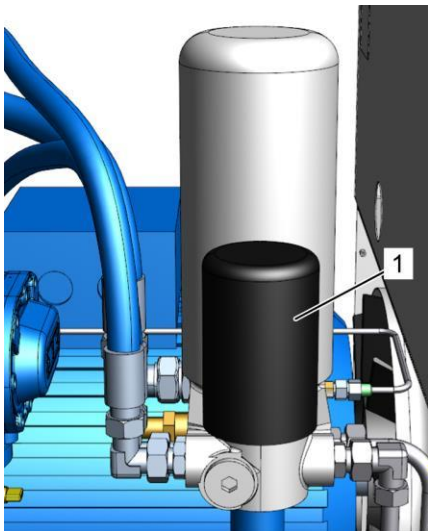

Рис. 38: Демонтаж фильтра охлаждающей жидкости
5. При помощи ленточного ключа отсоедините старый фильтр охлаждающей жидкости (Рис. 38/1) и извлеките его.
8. Ввинтите новый фильтр охлаждающей жидкости (Рис. 38/1) до упора.
9. Вручную подтяните новый фильтр охлаждающей жидкости (Рис. 38/1) на пол-оборота.